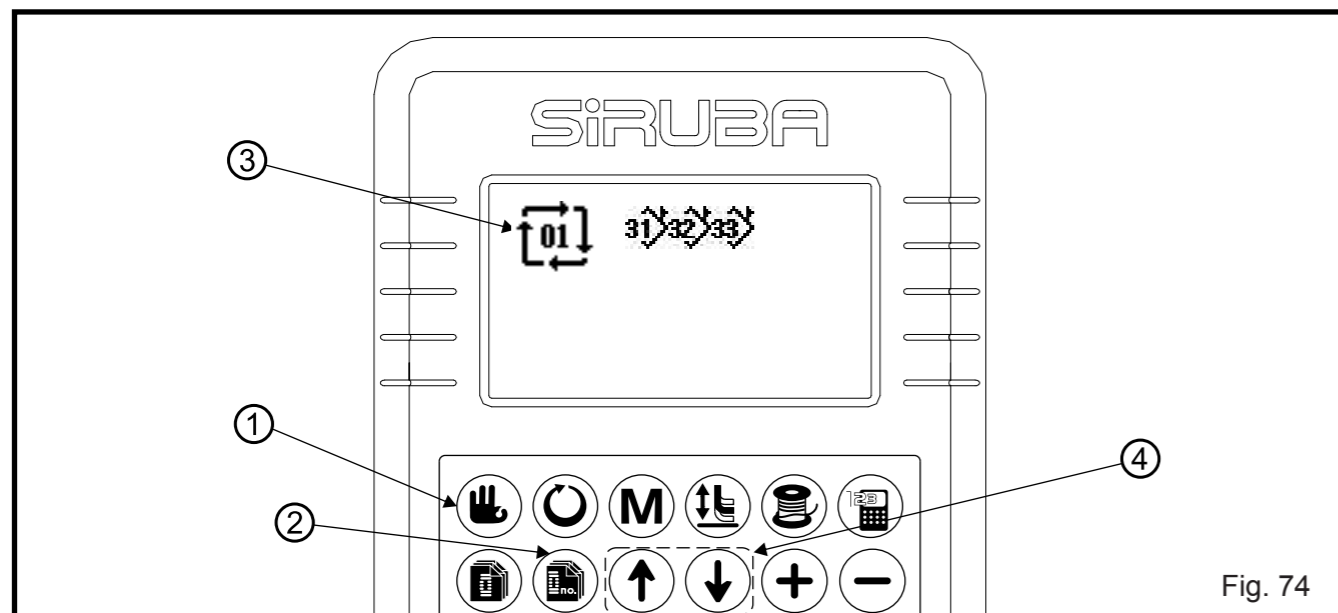

Fig. 74
(1) Configure para o modo de entrada (Fig. 74)
- b. Quando a luz de fundo da tela LCD for verde (no modo de Costura), pressione a tecla Pronto ① para transferir para o modo de entrada.
(2) Selecione a tela de edição dos dados de costura cíclica Depois de pressionar a tecla Item ② a tela de seleção de desenho será visualizada. Neste ponto, o número do desenho escolhido ③ irá piscar.
(3) Selecione os dados de costura cíclica.